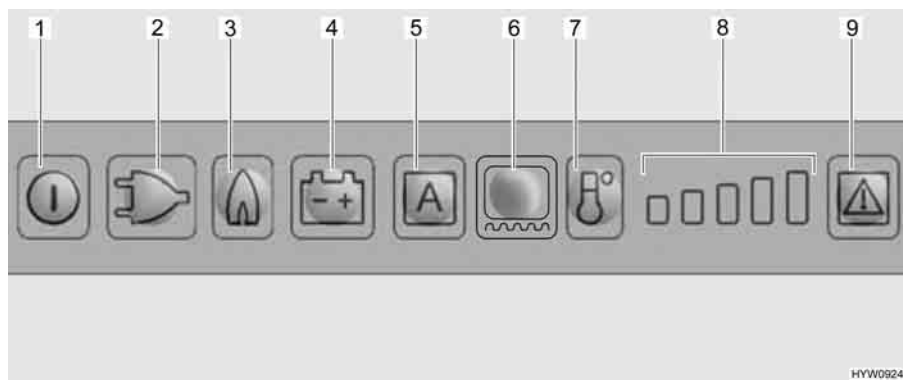

Fig. 145 Elementi di comando del frigorifero
Se è impostata la modalità di funzionamento "AES", la tensione a 230 V **non** è allacciata e il motore del veicolo è **spento**, il sistema AES seleziona il rifornimento di gas. Selezionando il funzionamento a gas, il dispositivo di sicurezza si apre automaticamente, così che il gas possa fluire al bruciatore. Contemporaneamente si inserisce l'accenditore elettronico. Se la fiamma del gas si spegne, p. es. a causa di un colpo di vento, l'accenditore viene subito azionato riaccendendo il gas. In caso di guasto del funzionamento a gas, i tasti luminosi relativi a gas (Fig. 145,3) e guasto (Fig. 145,9) lampeggiano e viene emesso un segnale acustico per 20 secondi.
Dopo l'accensione il frigorifero seleziona automaticamente la regolazione intermedia del termostato. Questa regolazione può essere modificata manualmente tramite il tasto di selezione del livello di temperatura (Fig. 145,7). Le spie di controllo (Fig. 145,8) indicano la temperatura selezionata sul termostato. Il tasto di selezione del livello di temperatura permette di regolare la temperatura di refrigerazione per tutti e tre i tipi di energia. Ci vogliono alcune ore prima che il frigorifero raggiunga la temperatura normale di esercizio. Cambiando la modalità di funzionamento la regolazione del termostato non viene modificata. La temperatura di refrigerazione è indipendente dal tipo di energia utilizzata.
- Accendere il riscaldamento del telaio per 2 ore: Premere una volta il tasto luminoso per il riscaldamento del telaio (Fig. 145,6). Sull'indicazione dei gradi di temperatura (Fig. 145,8) si accende una barra.
- Accendere il riscaldamento del telaio per 5 ore: Premere due volte il tasto luminoso per il riscaldamento del telaio (Fig. 145,6). Sull'indicazione dei gradi di temperatura (Fig. 145,8) si accendono due barre.
- Regolazione del riscaldamento del telaio ad esercizio continuo: Premere tre volte il tasto luminoso per il riscaldamento del telaio (Fig. 145,6). Sull'indicazione dei gradi di temperatura (Fig. 145,8) si accendono tre barre.
L'indicazione dei gradi di temperatura (Fig. 145,8) indica per alcuni secondi la durata di esercizio del riscaldamento del telaio.
Nel caso di temperature esterne ed umidità dell'aria elevate è possibile che si formino gocce d'acqua sul telaio in metallo del vano congelatore. Per questo motivo il frigorifero è dotato di un riscaldamento del telaio per il vano congelatore. Nel caso di temperature e umidità dell'aria elevate, accendere il riscaldamento del telaio con il tasto luminoso per il riscaldamento del telaio (Fig. 145,6). È possibile così evitare fenomeni di corrosione. Quando il riscaldamento del telaio è acceso, si accende il tasto luminoso (Fig. 145,6).
- Premere il tasto On/Off (Fig. 145,1) per circa 2 secondi. Il frigorifero si accende e viene visualizzato l'ultimo tipo di energia impostato, oppure "AES".
- Impostare la temperatura di refrigerazione con il tasto di selezione del livello di temperatura (Fig. 145,7). Le spie di controllo (Fig. 145,8) indicano la temperatura selezionata sul termostato.
- Premere il tasto On/Off (Fig. 145,1) per circa 2 secondi. Il frigorifero si spegne e le indicazioni smettono di lampeggiare.